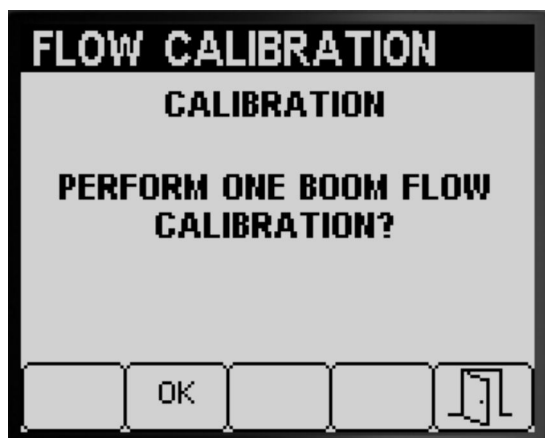

Bild 59
Wenn Sie eine 3-Sprühabschnitt-Kalibrierung und eine 2-Sprühabschnitt-Kalibrierung abgeschlossen haben, werden Sie vom InfoCenter zur Durchführung einer 1-Sprühabschnitt-Kalibrierung (Bild 59) aufgefordert. Führen Sie einen der folgenden Schritte aus:
- Wenn Sie keine 1-Sprühabschnitt-Kalibrierung durchführen müssen, drücken Sie die Taste 5, um auf den Bildschirm „Calibrate“ zu gehen (Bild 59).